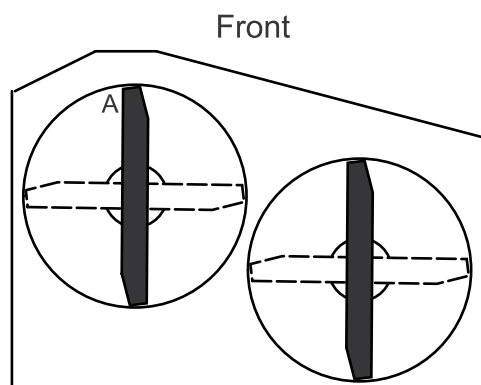

Bild 59
3. Stellen Sie die Messer in Längsrichtung, während die Maschine auf einer ebenen Oberfläche steht. Messen Sie an Stelle **A** von einer ebenen Fläche bis zur Schnittkante der Messerspitzen (Bild 59).